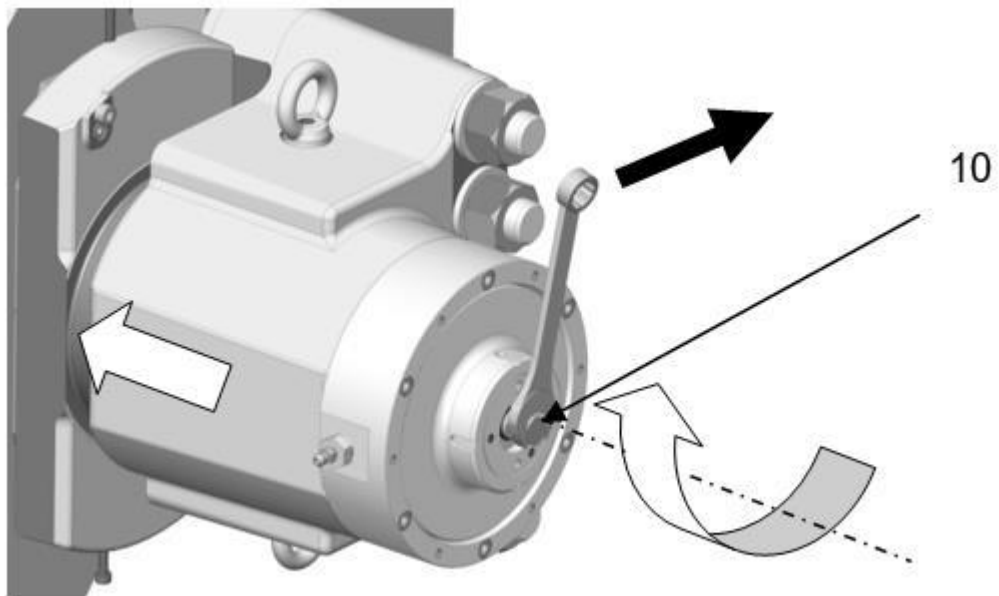

Bild 5.4
5. Drehen Sie den Einstellschraube **10** mithilfe eines Schraubenschlüssels im Uhrzeigersinn, um den auf dem auf dem Datenblatt oder Typenschild angegebenen Lüftspalt einzustellen Bild 5.4.